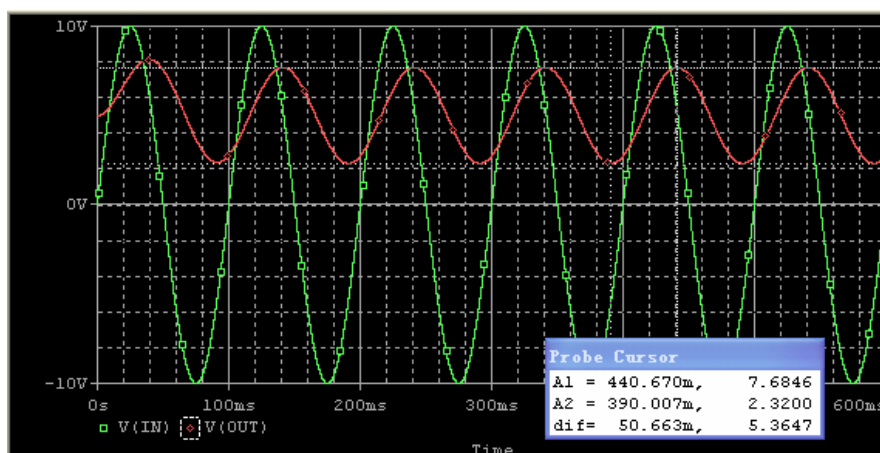
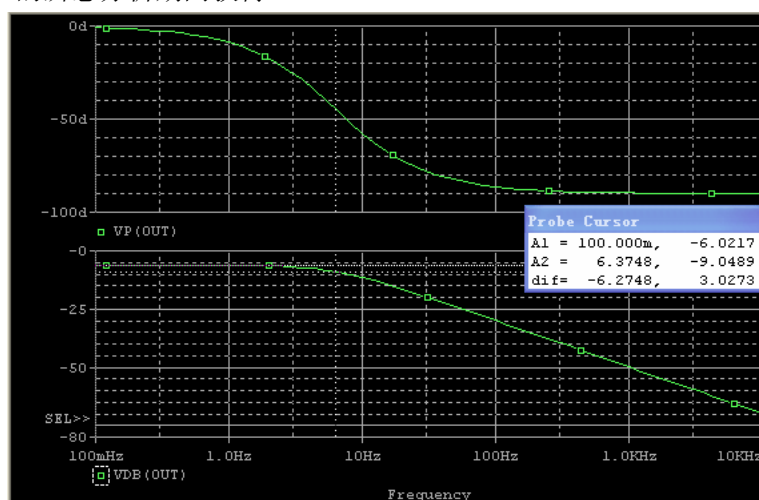

图 16: 正弦输入的瞬态仿真
图 18：交流扫描分析结果
10. 对于 Vout 和 Vin 仿真的结果见图 16。
9. 我们在图 18 中使用光标找 3dB 的点。与时间常数 25 ms ($R1 \parallel R2 \cdot C1$)处相应的频率是 6.37 Hz ($f_{3db}=1/(2\pi RC)$)，幅度约为 -9dB。在 0.1Hz 处的 Vout 衰减约为 -6dB 或因数 2 ($20\log X=6\text{dB}$, $X=2$)，A1 和 A2 之差约为 3dB。相应的输出电压振幅值已在图 16 的瞬态分析期间获得。